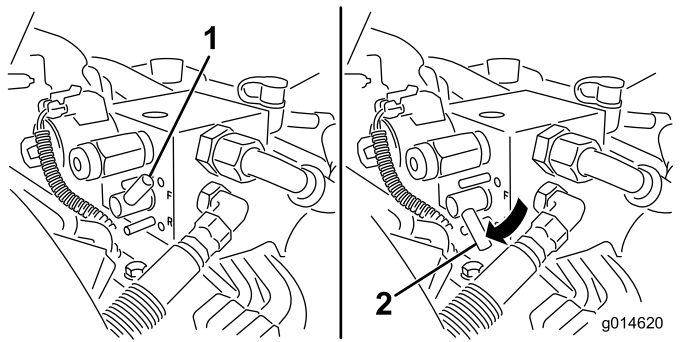

図 59
5. バックラップレバーを逆転R位置にセットする(図 59)。